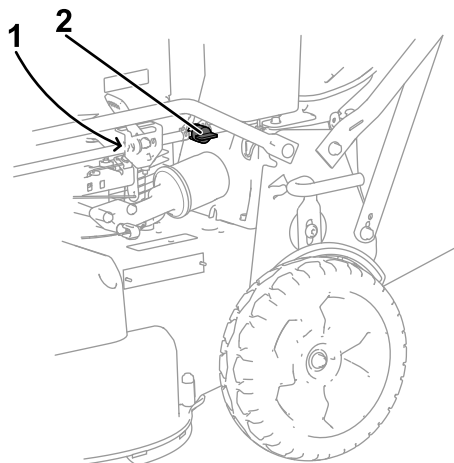

Figure 31
- Fermez le robinet d'arrivée de carburant (Figure 31).
- Déposez le filtre à carburant (Figure 31) de la conduite de carburant en desserrant les colliers qui entourent le filtre.